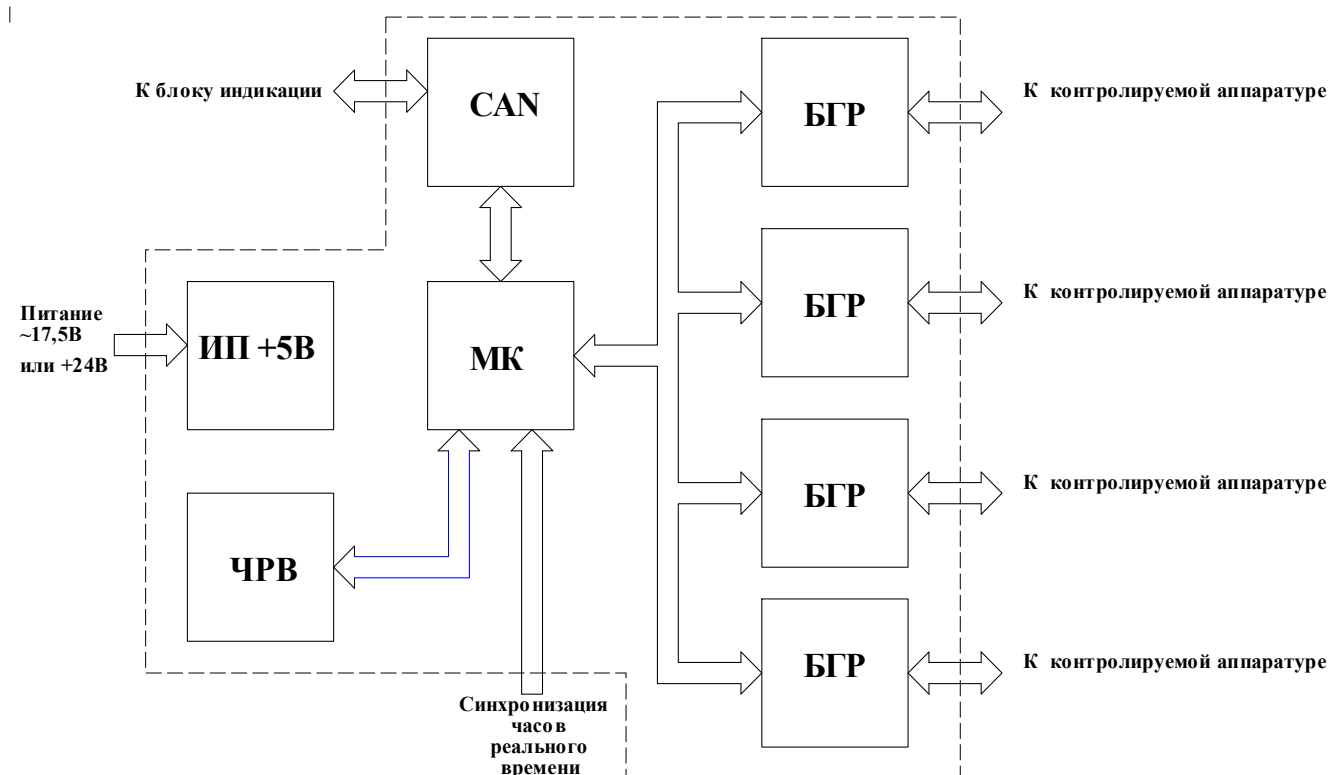

Рис.2 Структурная схема блока обработки РС
1.5.1.1. Структурная схема блока обработки представлена на рис.2 и содержит: микроконтроллер МК, блок гальванической развязки БГР счетных входов (плата оптронов), интерфейс CAN 2.0, ЧРВ (часы реального времени) и источник питания +5В.